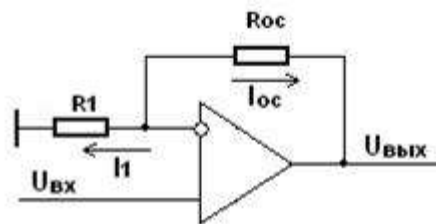

Рис.5
2. Неинвертирующий усилитель (рис.5).